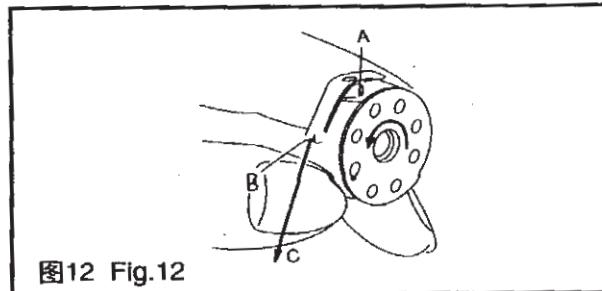

图12 Fig.12
4. 棱心的安装(图12)
- (1) 将棱心装入梭子内。
- (2) 将线从梭子上的线槽A中穿过，朝B方向拉出。这样，线通过夹线簧下从线孔B处引出。
- (3) 拉底线C时，棱心应按箭头方向转动。
4. SETTING THE BOBBIN INTO THE BOBBIN CASE (Fig.12)